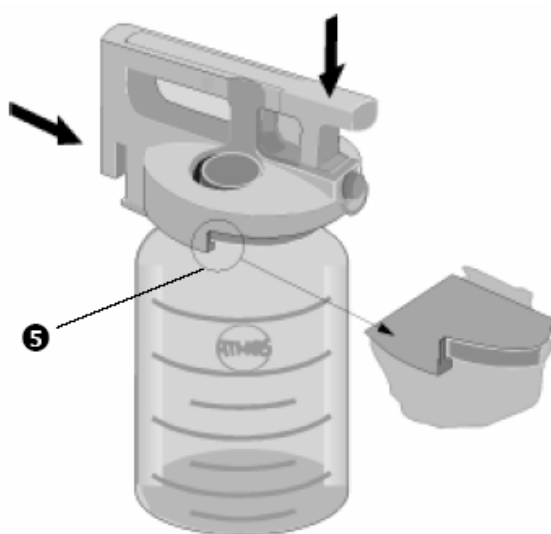

Рис.4. Надевание крышки
- Сдвиньте запорную систему в соответствии с рисунком 4 над ёмкостью для секрета (следите за тем, чтобы кромка крышки (5,рис.4) находилась под бортовым утолщением ёмкости) и нажмите вниз на запорную скобу до входа фиксатора в зацепление.